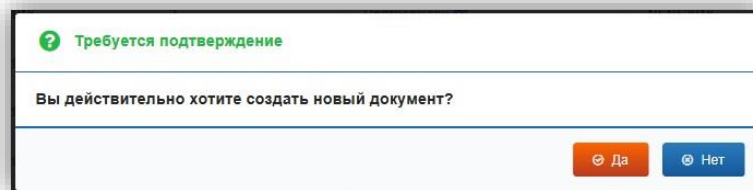

Рисунок 109 – Подтвердите создание нового документа
– В появившемся диалоговом окне нажмите кнопку «Да», чтобы подтвердить создание нового документа (рис. 109).